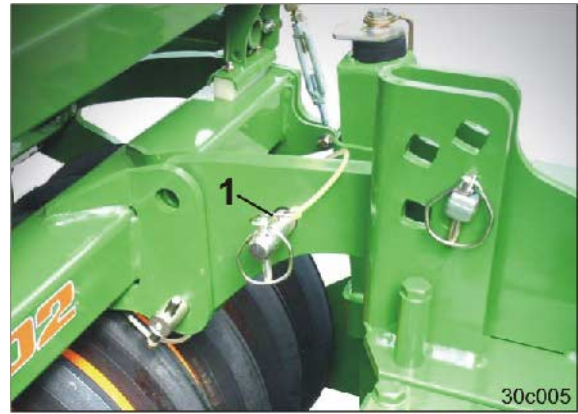

Fig. 105
17. Bring bæreamsbolten (Fig. 105/1) i parkeringsposition, og fastlås den med en ringstift.